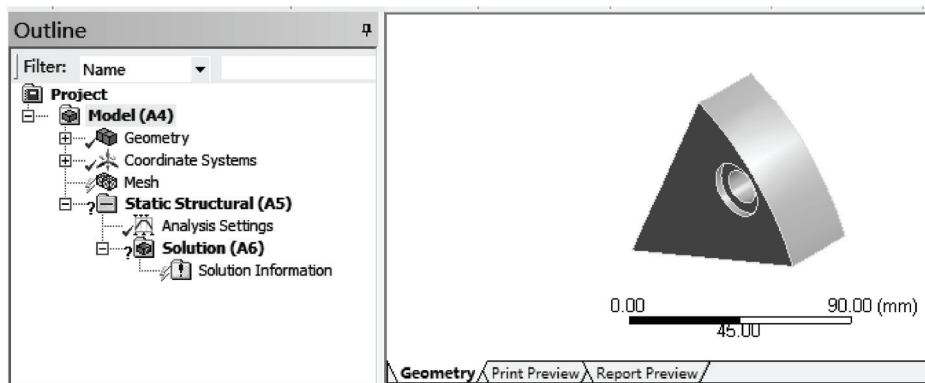
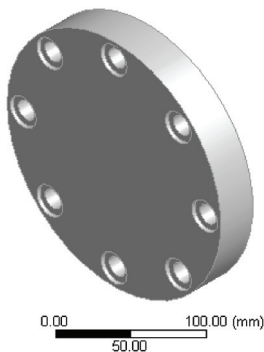

图 20-4 分析项目树结构图
图 20-5 完整模型
1) 双击主界面项目管理区项目 A 中的 A3 栏 Model 项，进入 Mechanical 界面，得到分析项目树结构图，如图 20-4 所示，在该界面下即可进行网格的划分、分析设置、结果查看等操作。导入的模型其完整模型如图 20-5 所示。